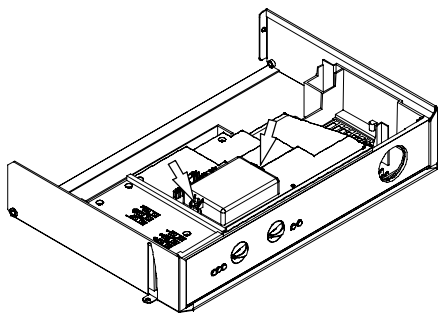

fig. 5.22
- Togliere le due viti indicate in fig. 5.22 e aprire il coperchio della morsettiera collegamento **sonda esterna**.